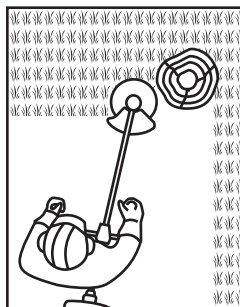

Fig. 32
- > Faites preuve d'attention en opérant à côté des arbres et buissons. Les têtes de coupe peuvent endommager l'écorce fragile et les piquets de clôture (Fig. 32).